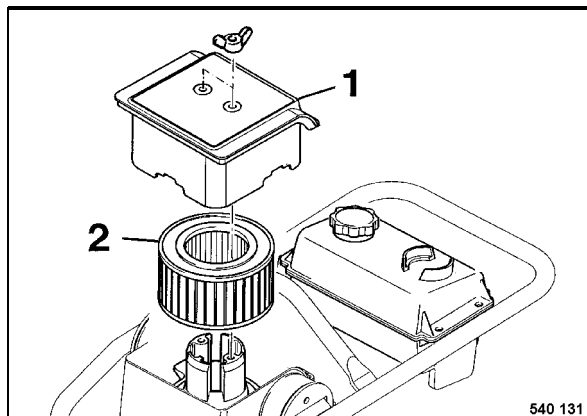

Fig. 48
- Desmontar la tapa 1 (Fig. 48), extraer cuidadosamente el cartucho filtrante (2).